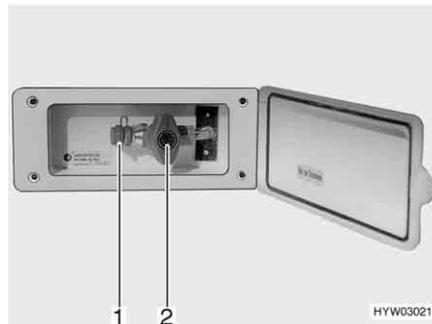

Bild 91 Externer Gasanschluss, Gasabsperrrventil geschlossen
Der externe Gasanschluss (Bild 91) befindet sich je nach Modell am Heck oder auf der linken bzw. rechten Fahrzeugseite.
- Externes Gasgerät an der Anschluss-Stelle (Bild 91,1) anschließen.
- Das Gasabsperrrventil (Bild 91,2) öffnen.